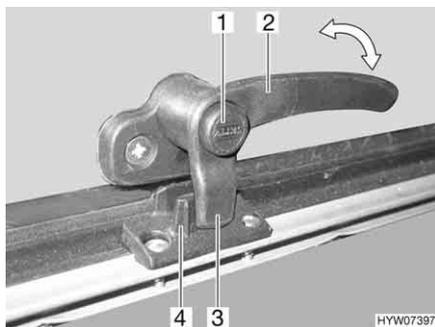
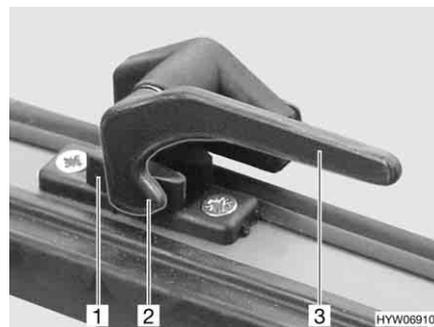

Fig. 74 Leva di serraggio con bottone di sicurezza in posizione "Chiuso"
Fig. 75 Leva di serraggio in posizione "Chiuso"
- Se presente, premere e tenere premuto il bottone di sicurezza (Fig. 74,1).
- Ruotare la leva di serraggio (Fig. 74,2 o Fig. 75,3) di un quarto di giro verso il centro della finestra.
- Ruotare la leva di serraggio (Fig. 74,2 o Fig. 75,3) di un quarto di giro verso il telaio della finestra. Il nasello di chiusura (Fig. 74,3 o Fig. 75,2) della leva di serraggio si trova completamente sul lato interno della chiusura della finestra (Fig. 74,4 o Fig. 75,1).
- In posizione "Completamente chiusa" (Fig. 74 e Fig. 75)